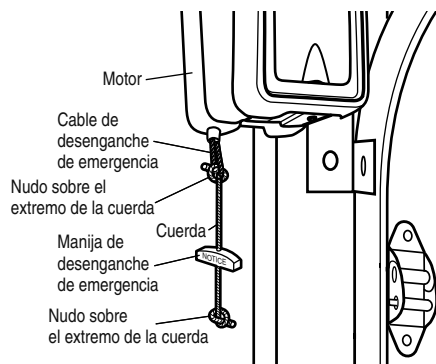

Figura 1
2. Verifique el riel es limpio y fije la plantilla del seguro para obtener una distancia de 7.6 cm (3 pulg.) al centro de la ruedecilla y el orificio del chaveta (Figura 1).